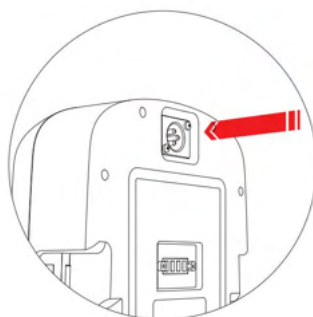

Figura 4.6.2
(1) Na Etapa 1, coloque a bateria no slot da célula na direção mostrada. (Como mostrado na Figura 4.6.2.1)
(2) Na Etapa 2, feche manualmente a fivela direita da bateria e gire o botão direito da caixa da bateria com o botão direito para a posição travada. (Como mostrado na Figura 4.6.2.2)
(3) Na Etapa 3, feche manualmente a fivela esquerda da bateria e gire o botão esquerdo da caixa da bateria com o botão esquerdo para a posição travada. (Como mostrado na Figura 4.6.2.3)